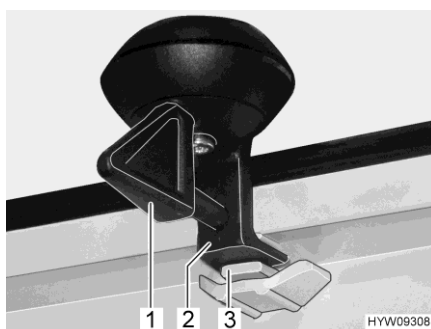

Bild 47 Verriegelung (Lüftungsstellung)
- Den Hebel (Bild 47,1) eine viertel Umdrehung drehen. Die Verriegelung (Bild 47,2) muss in die obere Aussparung (Bild 47,3) gleiten.